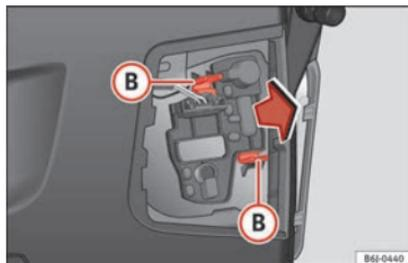

Fig. 114 Smontaggio del portalampadine.
- Smontare il portalampadine premendo sui clip di fissaggio **(B)** » » fig. 114 ed estraendolo.